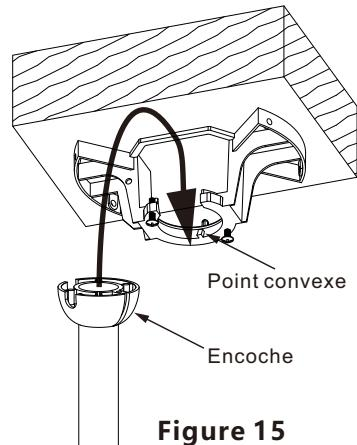

Figure 15
**Étape 9.** Placez la boule de la tige dans la douille du support de suspension (Voir fig. 15), puis faites pivoter l'ensemble du ventilateur et de la tige jusqu'à ce que la languette du support s'aligne avec la fente de la boule.